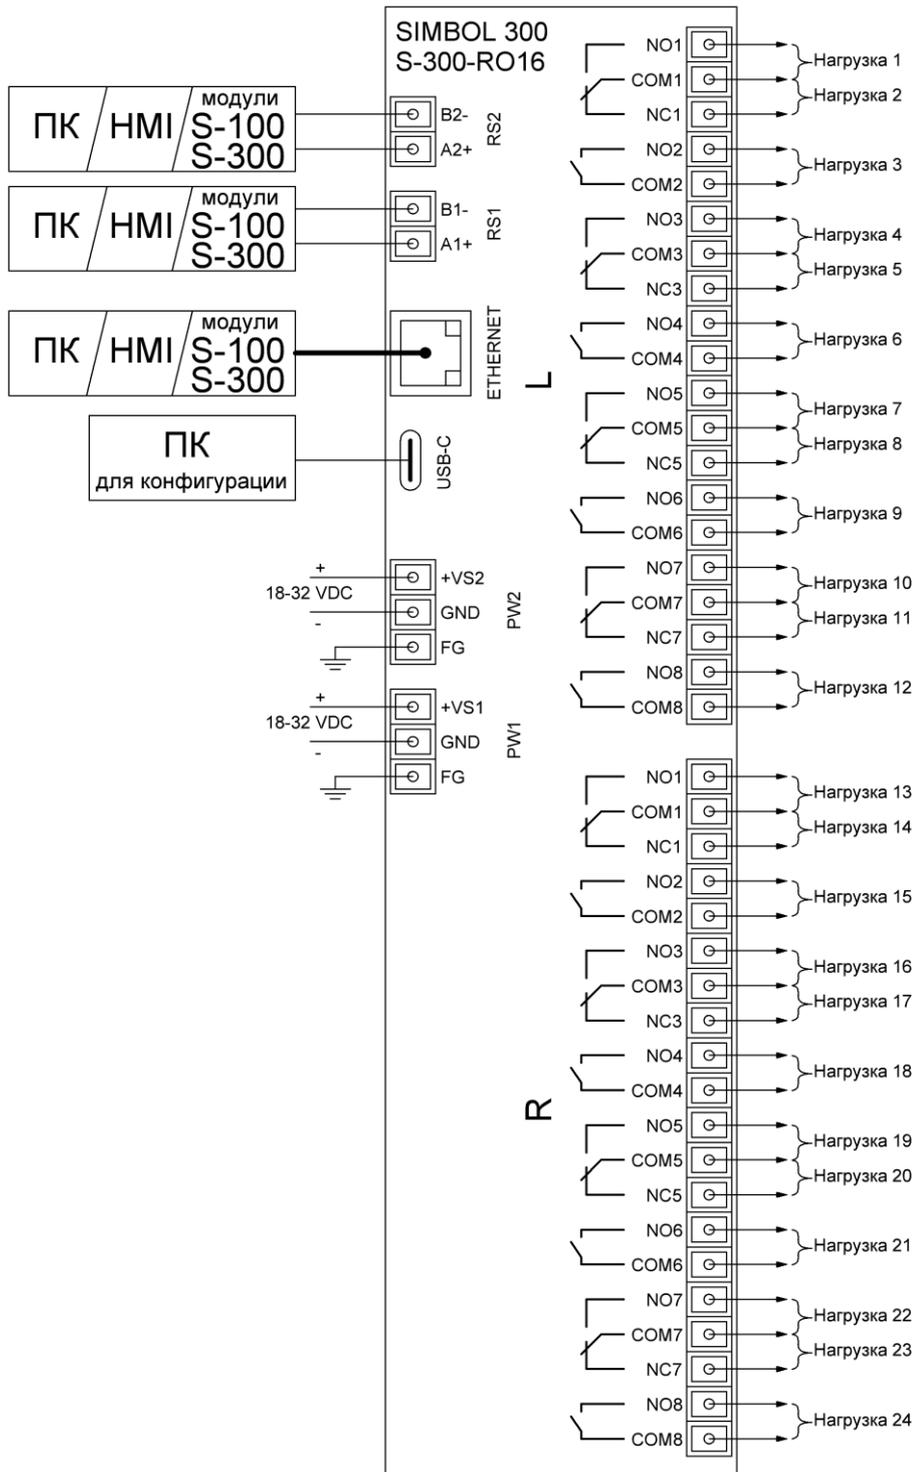

Рисунок 1.5 – Схема подключения модуля контроллера Simbol-300 S-300-RO16 (S-300-RO8)
1.4.2.1 Для конфигурации модуля может быть использован офисный ПК стандартной комплектации, имеющий порт RS-232, Ethernet или USB. Модуль подключается с помощью преобразователя интерфейса RS-232 в RS-485 (USB в RS-485), интерфейс Ethernet или USB (рисунок 1.5).
2.2.8 Подключить модуль к ПК используя USB, Ethernet или преобразователь интерфейсов (рисунок 1.5).